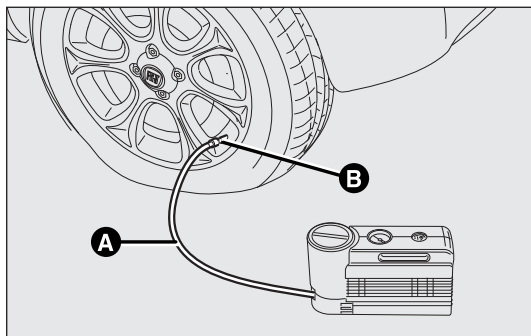

fig. 152
- ❑ Accione el freno de estacionamiento. Desenrosque el capuchón de la válvula del neumático, saque el tubo transparente de llenado A-fig. 152 y enrosque la corona B en la válvula del neumático;